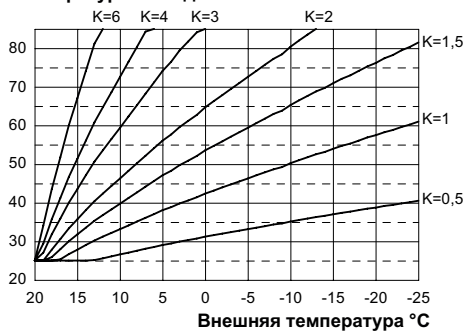
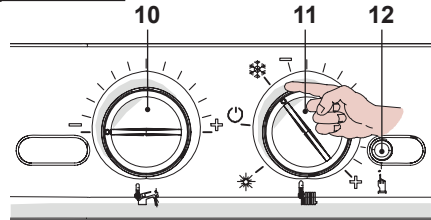

Рисунок 5.39
Рисунок 5.40
При подключении внешнего датчика с целью оптимизации температуры на подаче, данный параметр необходимо настроить с учетом производительности системы отопления (Рисунок 5.39).
- Установите регуляторы 10 и 11, как показано на рисунке, см. Рисунок 5.40.
- Для настройки коэффициента К, определенного Рисунок 5.39, войдите в режим программирования, нажав и удерживая в течение 15 секунд кнопку перезапуска 12, см. Рисунок 5.40 до появления параметра **P01** на ЖК-дисплее; на ЖК-дисплее последовательно отобразятся следующие символы (параметр **P01** будет загораться поочередно с -- --).
- Нажмите кнопку перезапуска 12, см. Рисунок 5.40, и пролистайте параметры до **P15**, предназначенного для настройки коэффициента К. На ЖК-дисплее последовательно отобразятся следующие символы (параметр **P15** будет загораться поочередно с **00**).
до максимального **255**, в зависимости от кривой коэффициента К, см. Рисунок 5.39.